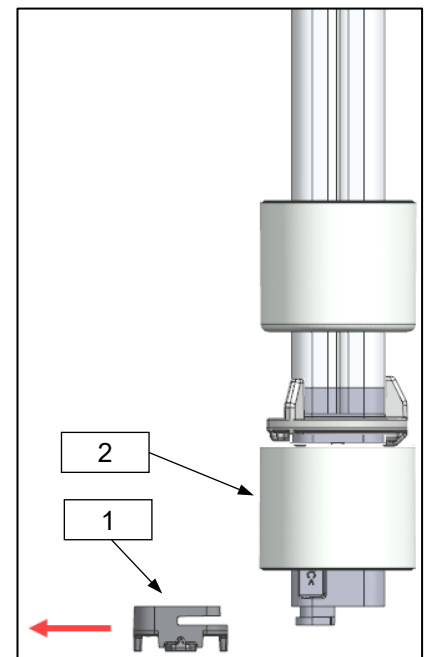

Abbildung 8
Durch Drehen des Schwimmers (Abbildung 8, Pos 2) um 180° kann die Schaltfunktion Schließer zu Öffner bzw. Öffner zu Schließer nachträglich invertiert werden. Nur die Schaltfunktion Schließer bzw. Öffner kann invertiert werden.
- *Es kann nur der Schwimmer am Leer-Meldeschaltpunkt (S1) gedreht werden. Diese Funktion ist beim Schwimmer (Abbildung 8, Pos 2) des Vor-Leermeldeschaltpunkts (S2) nicht möglich.*
Die jeweilig ausgewählte Schaltfunktion kann anhand der farblichen Markierung des Schwimmers (Abbildung 8, Pos 2) erkannt werden: